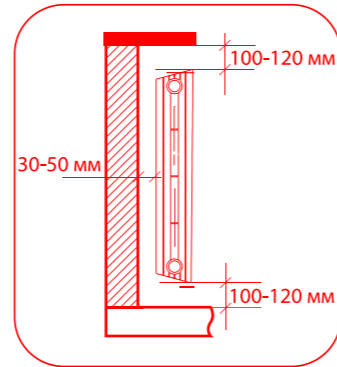

рис. 1
1. Для эффективной работы радиатора необходимо соблюдать монтажные условия, указанные на рис. 1